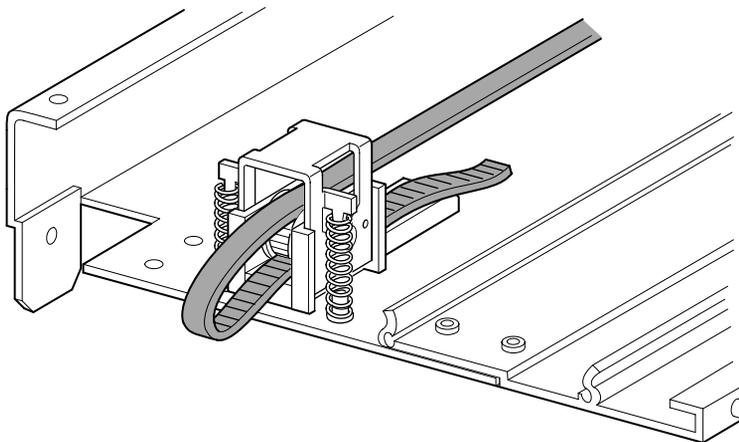
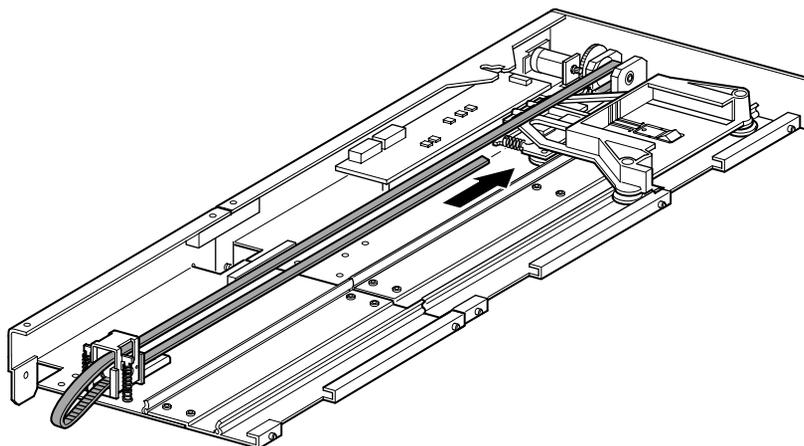

Figure 2-17. Installation de la courroie synchrone sur l'extension
Figure 2-18. Installation de la courroie synchrone
3. Passez la courroie synchrone dans le haut du tendeur et de la poulie libre, puis dans la poulie du moteur d'entraînement. Assurez-vous que les dents de la courroie sont engagées dans les deux poulies (voir la Figure 2-17 et la Figure 2-18).